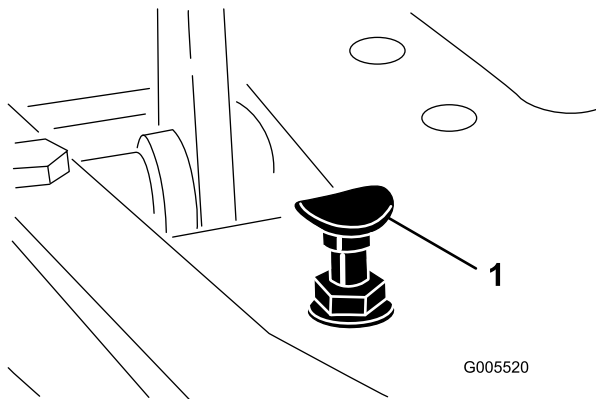

図 56
モードレバーを「移動走行」位置にセットし、ペダルを一杯に踏み込めば最高速度となります。ケーブルに張力が掛かる前にペダルがストップ（図 56）に当たる場合には調整が必要です。
1. モードレバーを「移動走行」位置にセットし、ペダルストップを固定しているロックナットをゆるめる（図 56）。